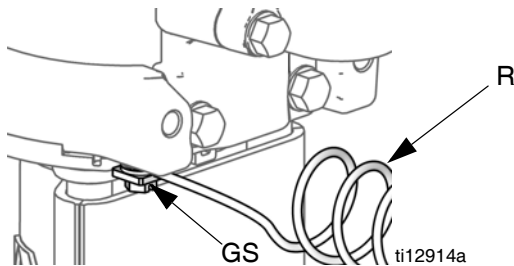

ABB. 2. Erdungsschraube und -draht
1. Pumpe: Siehe ABB. 2. Sicherstellen, dass die Erdungsschraube (GS) montiert und sicher am Luftmotor befestigt ist. Das andere Ende des Erdungsdrahtes (R) mit einem effektiven Erdungsanschluss verbinden.